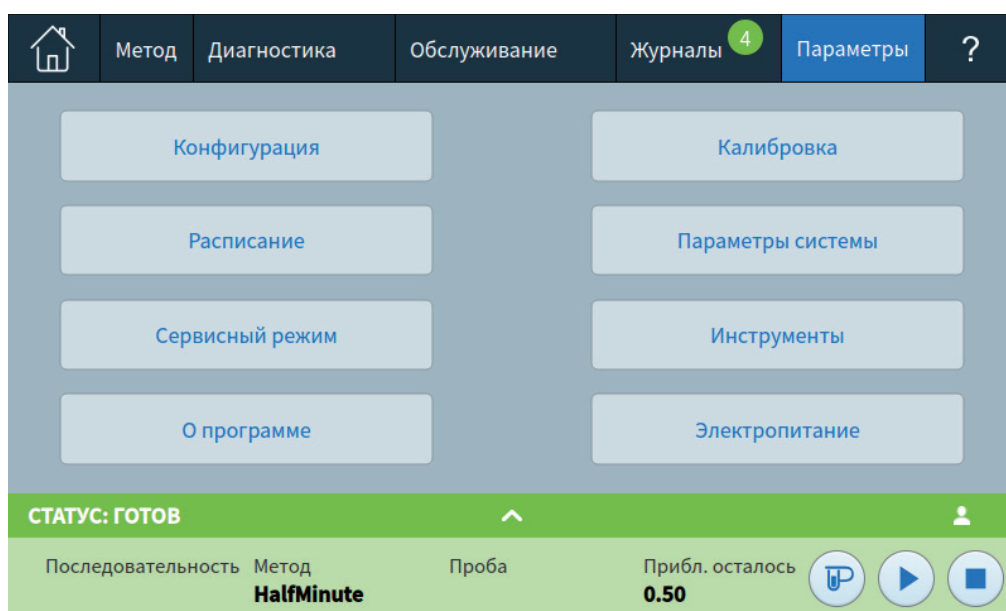

Рис. 62 Представление параметров
- 1 На сенсорном экране нажмите кнопку «Параметры» на ленте элементов управления. Откроется представление параметров. См. Рис. 62.